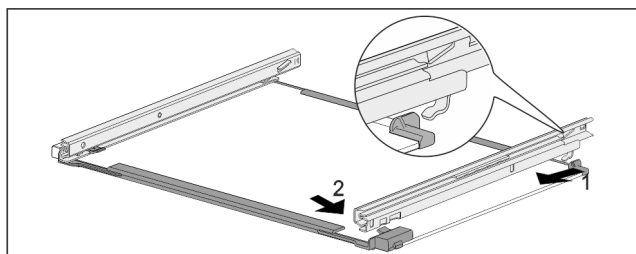

Fig. 134 Lasihylly kiskoilla
- ▶ Aseta kisko paikalleen takaa. Fig. 134 (1)
- ▶ Aseta kisko paikalleen edestä. Fig. 134 (2)